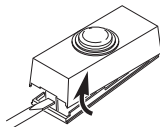

Figura 1
1. **Retire la pestaña naranja de la batería del botón pulsador.** Extraer la parte posterior de la caja presionando la aleta en el botón con un destornillador pequeño (vea la Figura 1). Quite la aleta anaranjada de la batería.
- **Montaje con tornillos:** Para montar con tornillos, quite la parte de atrás de la caja empujando hacia adentro la lengüeta de abajo con un destornillador pequeño y girando la cuchilla (vea la Figura 1). *Nota:* Quite la suciedad de los orificios para tornillos (si es necesario) antes de poner los tornillos. Coloque la parte de atrás de la caja contra la jamba o la pared (vea la Figura 4). Encaje a presión la parte frontal del pulsador.